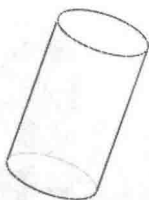

图 1-20
(9) 单击 按钮，完成拉伸特征的建立，结果如图 1-20 所示。